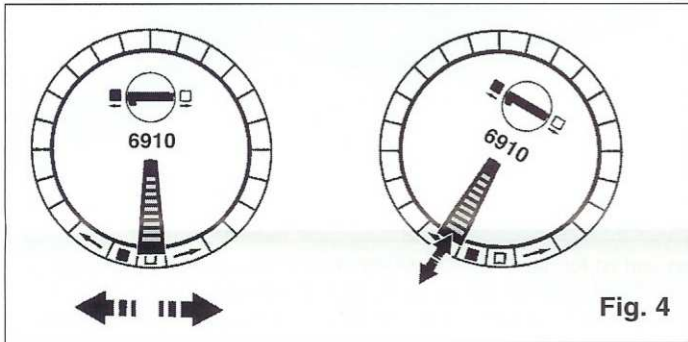

Fig. 4
Mit dem Drehscheibenschalter 6910 kann durch Betätigung des schwarzen Tasters nach rechts oder links die Drehbühne in entsprechender Richtung in Betrieb gesetzt werden. Die Drehbühne hält automatisch an jedem der 24 möglichen Gleisabgänge an. Ein kontinuierliches Durchlaufen zur gewünschten Position ist möglich, wenn der Taster nach Drehrichtungswahl durch Nachaußenziehen eingerastet wird. Kurz vor Erreichen der gewünschten Position muss die Rastung durch Drücken in Gegenrichtung wieder ausgelöst werden (Fig. 4).
**Controlling the connecting track:** With this turntable switch the platform can be turned either to the left or right by means of the black switch. The platform stops automatically at each track. A continuous action through to your chosen position is possible if the switch is pushed into the direction of travel to its outer limit until the position is reached. On reaching this position, it is stopped by pressing in the opposite direction (fig. 4).
**Contrôle des voies d'accès:** En appuyant sur le bouton noir du poste de commande (soit vers la gauche, soit vers la droite) on provoque la rotation du pont tournant dans la direction correspondante. Le pont s'arrête automatiquement à chaque secteur. Si on désire une rotation continue on doit bloquer le bouton noir à fin de course dans la direction souhaitée. Dès qu'on arrive à proximité de la voie désirée, il faut évidemment débloquer le bouton noir (fig. 4).
**Sturen van de aansluitsporen:** Met de draaischijfschakelaar kan door de beweging van de zwarte schakelaar, naar rechts of links, de draaibrug in de juiste richting in bedrijf worden gesteld. De draaibrug stopt automatisch bij elk deelstuk. Een gekontinueerd doorrijden naar de gewenste positie is mogelijk, wanneer de schakelaar naar de keuze van draairichting door het naar buiten trekken ingesteld wordt. Bij het bereiken van de gewenste positie moet de instelling door het drukken in de tegenovergestelde richting weer losgemaakt worden (Fig. 4).